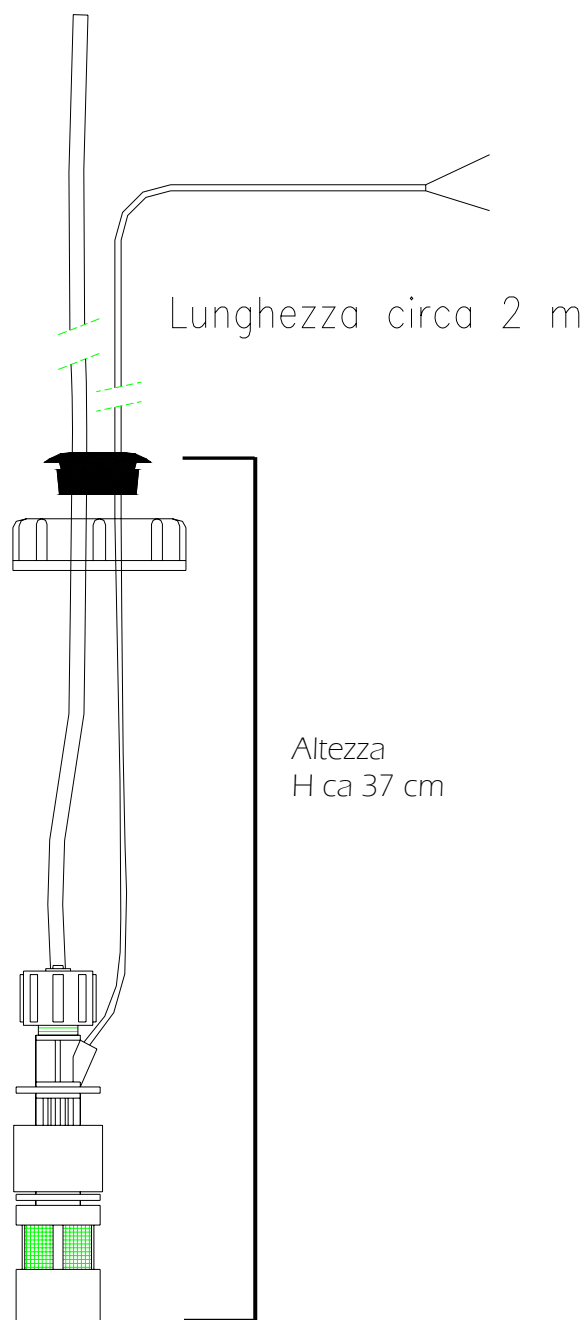

FIGURA 7
- Regolare l'altezza H come in figura 7.